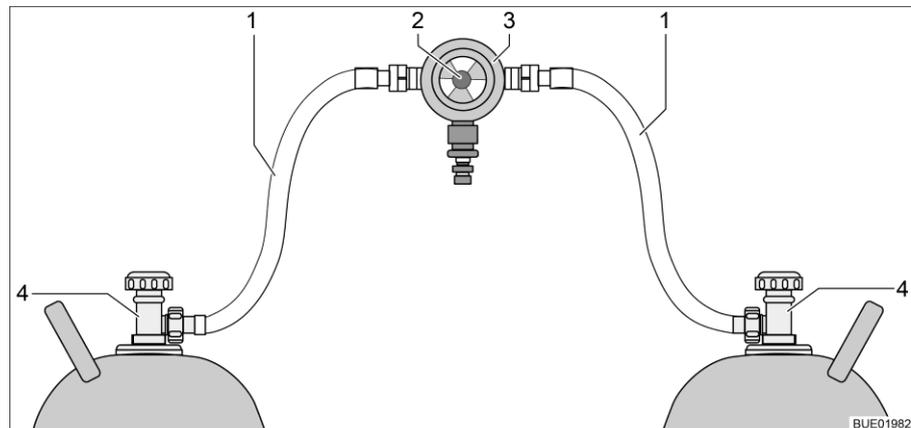
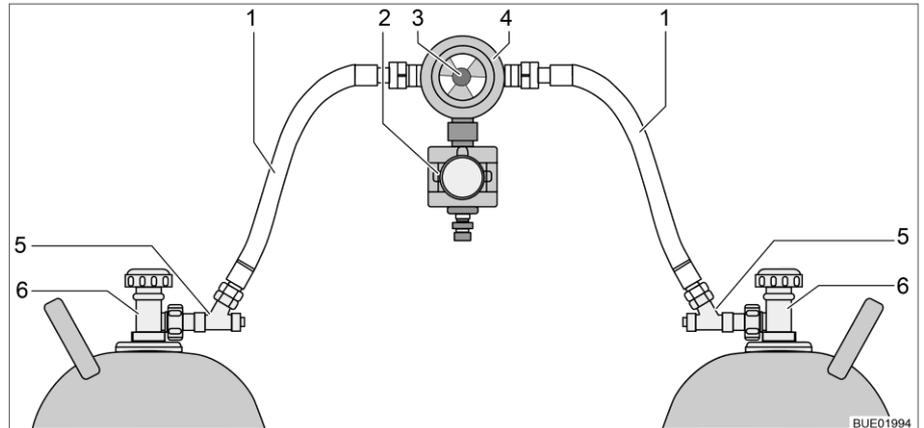

Bild 194 Gasflaschen-Umschaltanlage
Bild 195 Gasflaschen-Umschaltanlage mit CPU
Die Gasflaschen-Umschaltanlage besteht aus einem kombinierten Gasdruckregler mit Umschaltventil und Anzeige (Bild 194,3). Die Gasflaschen-Umschaltanlage ist zwischen den beiden Gasschläuchen (Bild 194,1) montiert.
Die Gasflaschen-Umschaltanlage besteht aus einem kombinierten Gasdruckregler mit Umschaltventil und Anzeige (Bild 195,4) und einem Elektroventil (Bild 195,2). Das Elektroventil sperrt bei Vollbremsung, Unfall oder ungewöhnlich großer Schräglage die Gaszufuhr zum Fahrzeug. Die Gasflaschen-Umschaltanlage ist zwischen den beiden Gasschläuchen (Bild 195,1) mit Schlauchbruchsicherungen (Bild 195,5) montiert.
Mit dem Drehknopf (Bild 194,2 bzw. Bild 195,3) an der Gasflaschen-Umschaltanlage lässt sich bestimmen, welche der Gasflaschen als Betriebsflasche und welche Gasflasche als Reserveflasche verwendet wird.
An der Bedieneinheit (Bild 196) können nur die elektrischen Funktionen geschaltet werden. Die Haupt-Absperrventile der Gasflaschen (Bild 194,4 bzw. Bild 195,6) müssen von Hand geöffnet oder geschlossen werden.
- Haupt-Absperrventile an den Gasflaschen (Bild 194,4 bzw. Bild 195,6) öffnen.
- Schlauchbruchsicherungen (Bild 195,5) nacheinander 10 Sekunden lang drücken.
- Mit dem Drehknopf (Bild 194,2 bzw. Bild 195,3) an der Umschaltanlage die Gasflasche wählen, der vorrangig das Gas entnommen werden soll (Betriebsflasche). Drehknopf immer bis zum Anschlag drehen.
- Haupt-Absperrventile an den Gasflaschen (Bild 194,4 bzw. Bild 195,6) schließen.